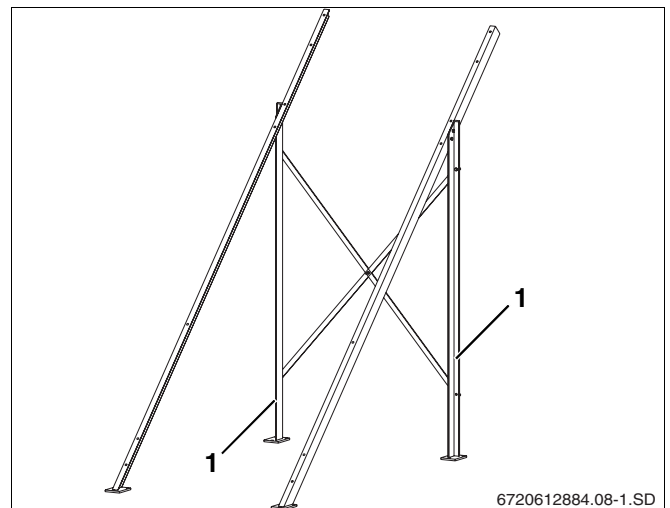

fig. 7 Montar os apoios e as escoras
- ▶ Alinhar os apoios esquerdo e direito previamente montados (fig. 7) e uni-los com a escora traseira em cruz.
- ▶ Os apoios (fig. 7, **item 1**) devem ficar verticalmente. Apertar firmemente os parafusos.